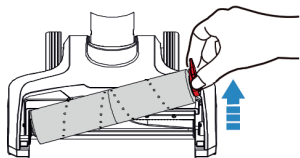

Fig. 9
- Para quitar el cepillo giratorio, tire el asa del lado derecho (Fig. 9).